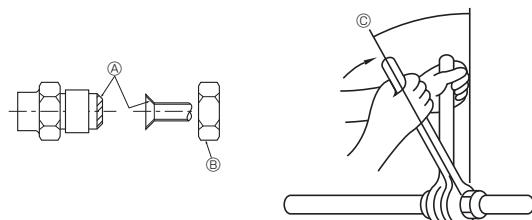

Fig. 5-9
• Aplique una capa fina de aceite refrigerante en la superficie de asiento de la tubería. (Fig. 5-9)